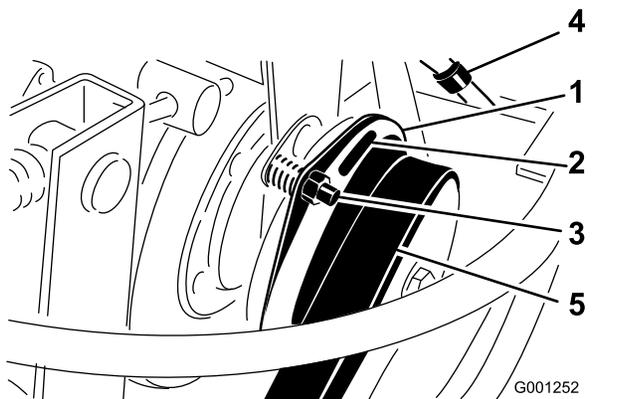

図 77
3. クラッチのライニングと摩擦プレートとの間のギャップを 0.38 mm のすきまゲージが通れるように調整する 図 77。
注 調整ナットを右に回すと隙間が小さくなる 図 77。整備時の隙間の最大値は 0.76 mm である。3 か所すべてでエアギャップの調整を行う。